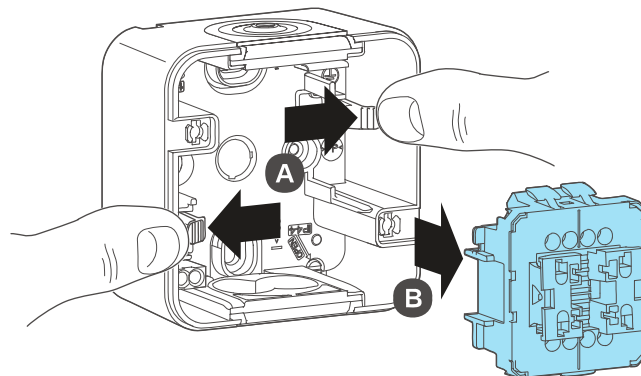

Bild 5: Einsatz entnehmen
- 4 Halterungen (7) seitlich nach außen drücken A und den Einsatz (4) aus dem Gehäuse-Unterteil nehmen B (Bild 5).